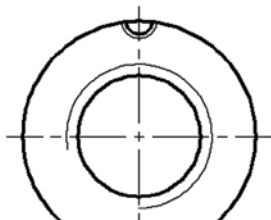

图 8-101 修剪效果
27) 修剪图形。单击“修剪”按钮对图形进行修剪，修剪结果如图 8-101 所示。